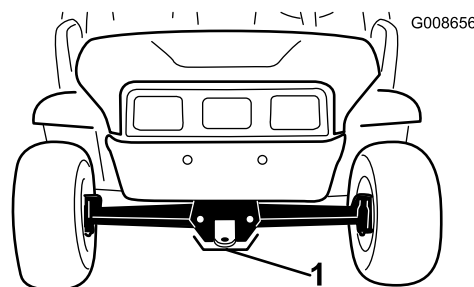

Figure 25
- Le point de levage avant de la machine est situé à l'avant du cadre, derrière la flèche d'attelage (Figure 25).